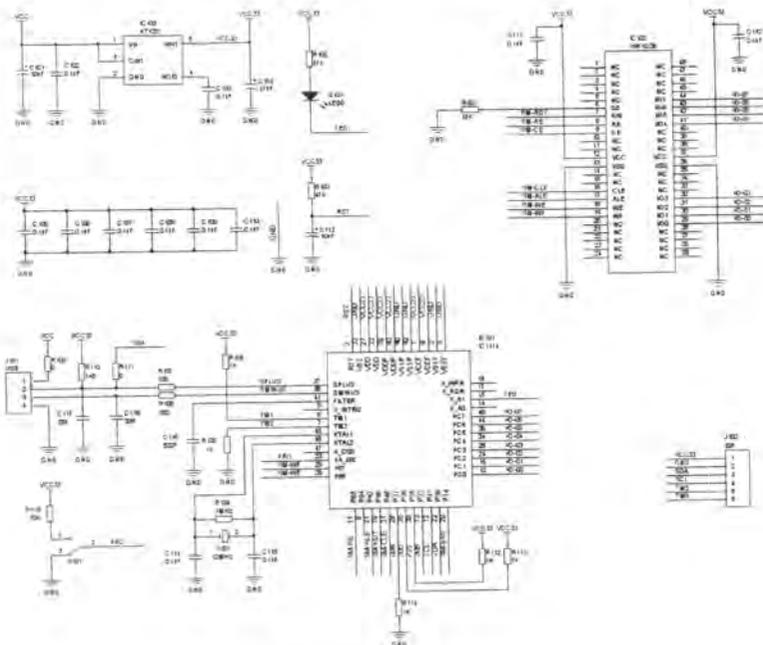

图 5-55 完成电气连接
- [3] 在芯片 IC1114、K9F1G08 的可用引脚及接口“J102”的 5 个引脚处放置网络标签，并输入相应的名称，如图 5-55 所示。